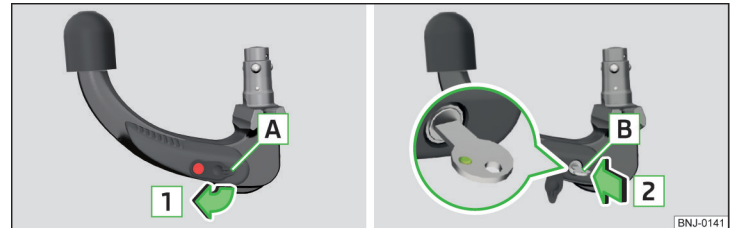

Abb. 246 Kappe vom Schloss abnehmen / Schlüssel in das Schloss stecken
- › Die Kappe **A** vom Schloss in Pfeilrichtung **1** » Abb. 246 abnehmen.